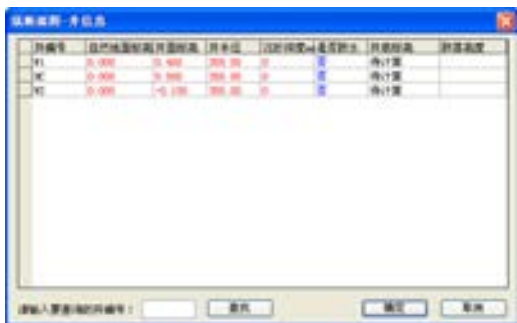

图 7-47 【纵断面图—井信息】对话框
- “修改井标高”按钮：单击该按钮，系统弹出如图 7-47 所示的【纵断面图—井信息】对话框，在对话框中可以修改井面标高、是否为跌水井等信息。